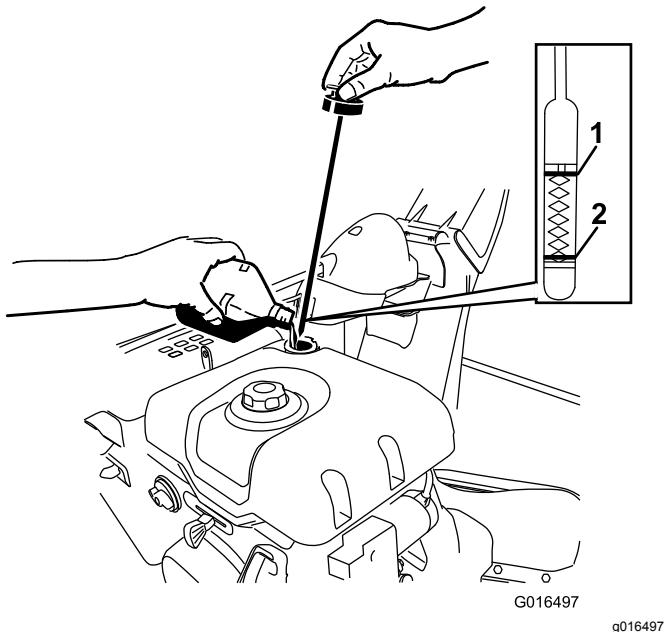

Bild 50
- Nehmen Sie den Peilstab heraus und füllen Sie das Öl langsam in den Öleinfüllstutzen ein, um den Ölstand auf die Voll-Markierung am Peilstab anzuheben (Bild 50).